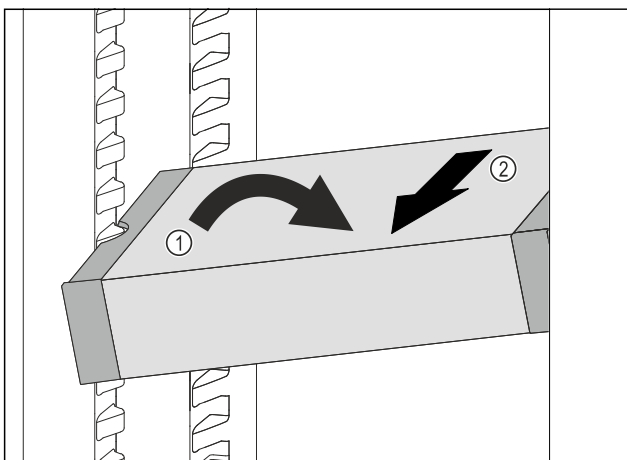

Fig. 97
- ▶ VarioSafe im Kühlteil schräg stellen. Fig. 97 (1)
- ▶ VarioSafe nach vorne entnehmen. Fig. 97 (2)